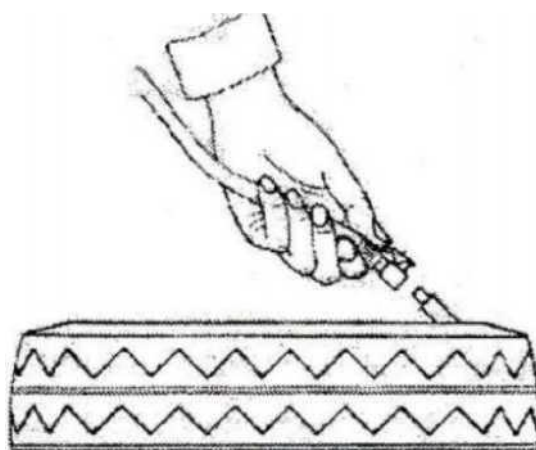

Figure 13
- ✧ Le lubrifiant spécial est appliqué sur la jante afin d'éviter d'endommager le rebord de la jante et de faciliter le montage. Déplacez le pneu de façon que le rebord de la jante passe par le dessous, à l'avant de la tête de montage (I), puis le long de la tête de montage (I), jusqu'à ce que le rebord de la jante se trouve au-dessus, à l'arrière de la tête de montage (I).
- ✧ Comme illustré à la figure 13, enfoncez à la main le rebord dans la gorge de la jante, appuyez sur la pédale (Z) pour faire tourner le plateau dans le sens horaire, jusqu'à ce que le rebord du pneu tombe complètement dans la jante. (Gardez les mains et les autres parties du corps aussi éloignées que possible du bras de commande (M) afin d'éviter tout accident.)
premièrement, raccordez l'embout pneumatique à la valve du pneu (comme illustré à la figure 13) ; deuxièmement, vérifiez que le diamètre du pneu correspond à celui de la jante ; troisièmement, relâchez la gâchette du pistolet et surveillez la pression au manomètre pendant l'opération, jusqu'à ce que le pneu soit bien en place sur la jante ; enfin, poursuivez le gonflage en vérifiant fréquemment la pression au manomètre jusqu'à ce qu'elle atteigne la valeur prescrite pour le pneu. (Remarque : lorsque vous gonflez le pneu avec le pistolet de gonflage, vérifiez régulièrement la pression au manomètre.)